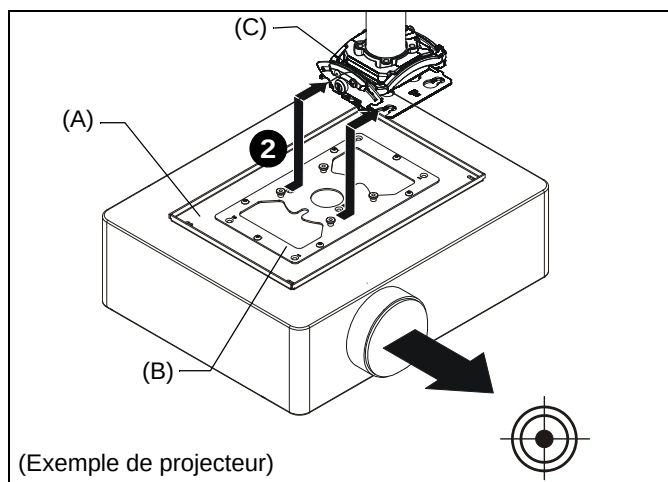

Figure 5
1. Orientez le projecteur avec le support de projecteur. (Voir Figure 5)